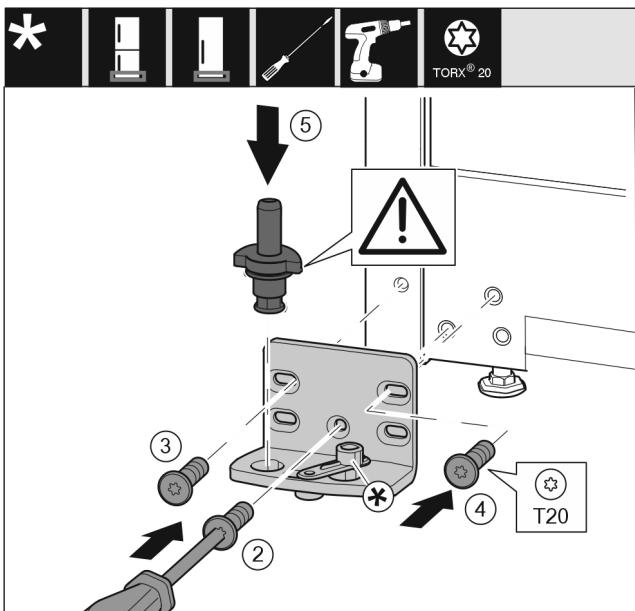

Fig. 20
- Lagerbock auf der anderen Seite ansetzen und mit Hilfe eines Schraubendrehers anschrauben. Mit der Schraube Fig. 20 (2) unten in der Mitte beginnen.
- Schraube Fig. 20 (3) und Schraube Fig. 20 (4) fest-schrauben.
- Lagerbolzen Fig. 20 (5) komplett einsetzen. Dabei darauf achten, dass der Rastnicken nach hinten zeigt.